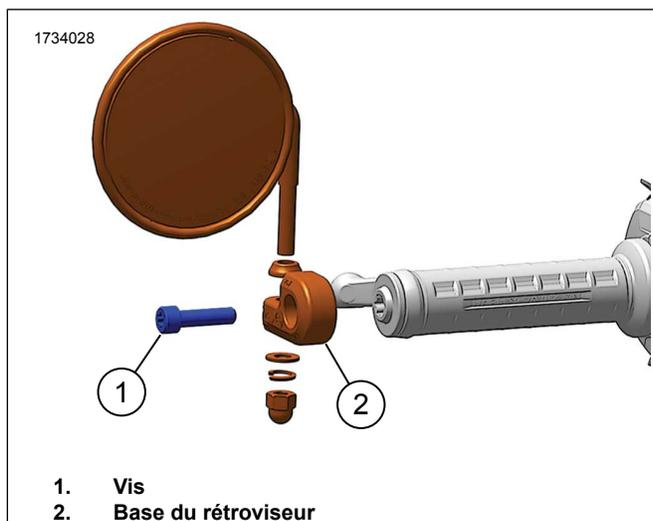
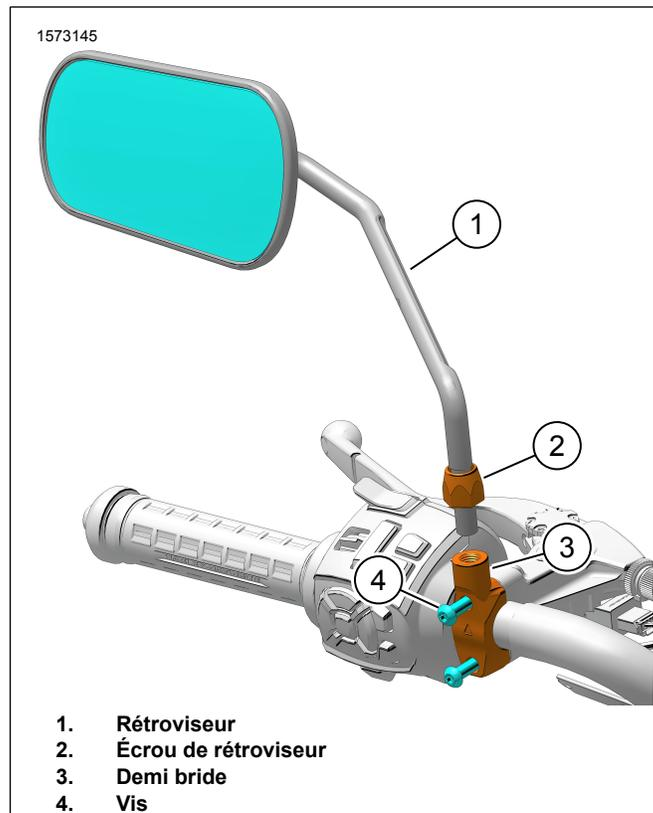

Figure 2. Rétroviseur d'extrémité de guidon
Figure 3. Ensemble rétroviseur
- Figure 2 Retirer le rétroviseur Équipement d'origine (Équipement d'origine) de l'extrémité de la barre d'origine.
- Retirer et éliminer la vis (1).
- Déposer et éliminer la base du rétroviseur (2).
- Figure 3 Retirer les vis (4) de la Équipement d'origine demi bride sur l'embrayage et le maître-cylindre avant. Les conserver pour une utilisation ultérieure.
- Retirer et éliminer la demi-bride Équipement d'origine (3).
1. Figure 3 Desserrer l'écrou du rétroviseur (2) et déposer le rétroviseur.
1. Figure 3 Installer une **nouvelle** demi-bride (3).
3. Poser les vis (4). Ne pas serrer complètement.
- a. Installer et serrer la vis supérieure (4).
1. Figure 3 Installer le rétroviseur.
- a. Installer l'écrou du rétroviseur (2) sur la tige du rétroviseur jusqu'à ce qu'il soit en place sans être serré.
- b. Installer le rétroviseur (1) dans la moitié de la bride sans le serrer (3).
- c. Ajuster la position de la tige du rétroviseur (1).
- d. Serrer l'écrou du rétroviseur (2) contre la moitié de la bride (3). Attention à ne pas endommager la surface finie de l'écrou.